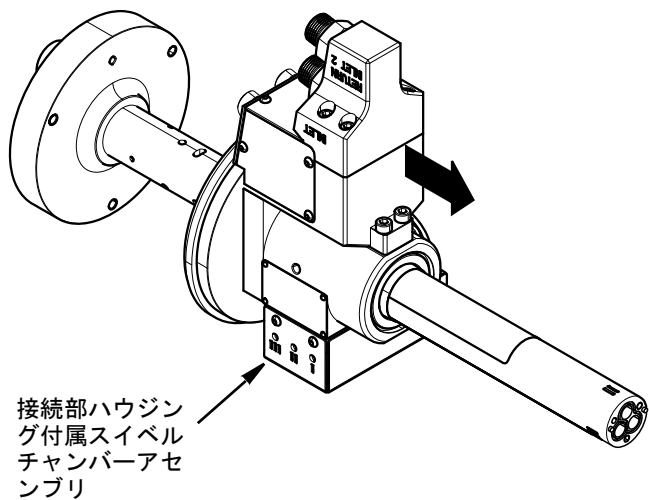

図 17
9. 接続部ハウジングとともにスイベルチャンバーアセンブリを滑らせて取り外します。以下を参照してください：図 17 を参照ください。